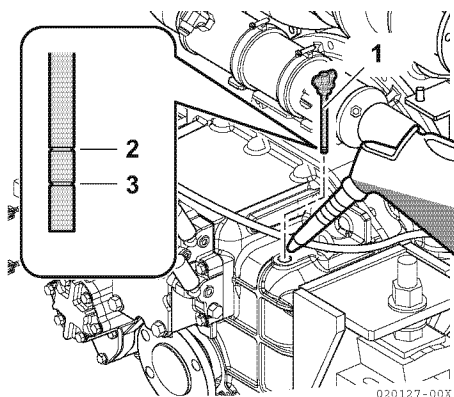

Figura 2
3. Retire la varilla indicadora. El nivel de aceite debe estar entre las líneas superior (2, **Figura 2**) e inferior (3, **Figura 2**) de la varilla indicadora.